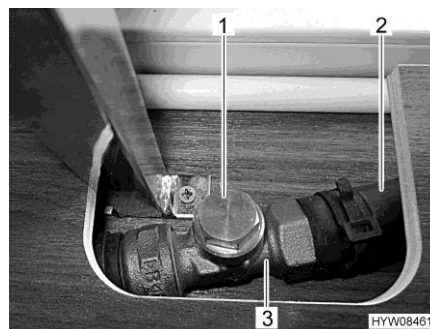

Fig. 162 Vanne d'étranglement (ouverte)
- Saisir la dérivation (Fig. 162,2) derrière la vanne d'étranglement (Fig. 162,3). Le flexible doit être tiède.